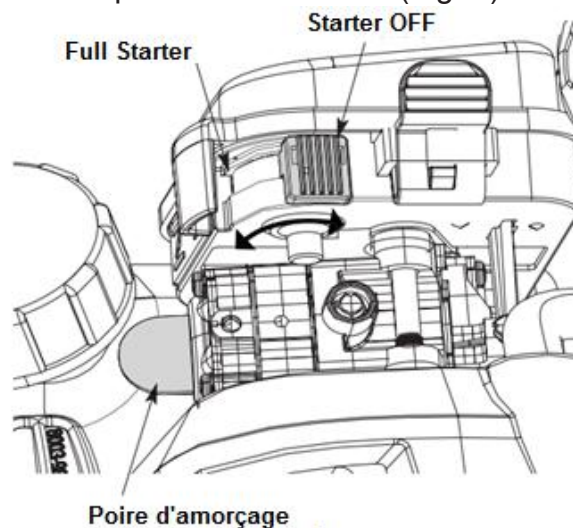

Fig. 6
- d) Appuyez lentement 10 fois sur la poire d'amorçage (Fig. 6).
- e) Déplacez le levier de starter à la position Full Starter (Fig. 6).